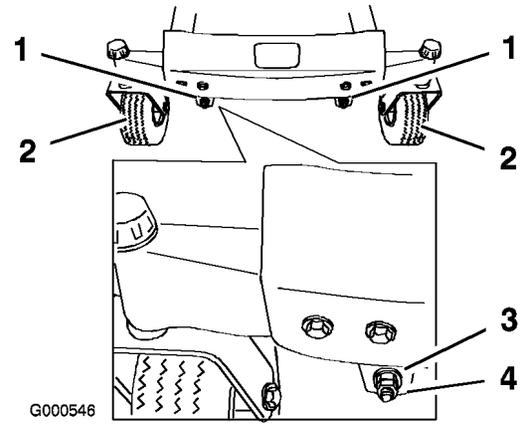
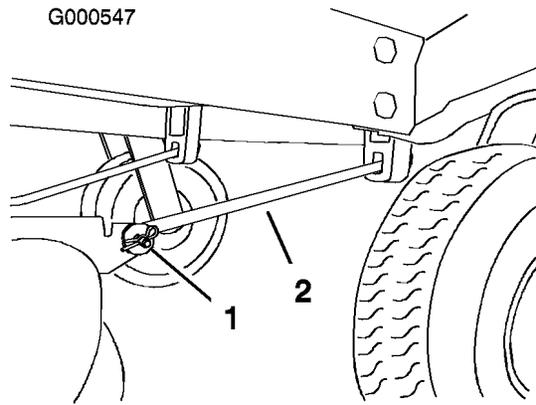

Figura 46
Figura 47
11. Para ajustar la inclinación longitudinal, retire las contratuercas y luego gire las tuercas de ajuste de la parte delantera del cortacésped (Figura 46).
13. Después de ajustar en la misma medida ambas tuercas de ajuste, verifique de nuevo la inclinación longitudinal. Siga ajustando las tuercas hasta que la punta de la cuchilla más avanzada esté entre 1,6–7,9 mm más baja que la punta de la cuchilla más atrasada (Figura 46).
Nota: Después de ajustar las tuercas de ajuste, asegúrese de que no hay ninguna holgura en ninguna de las varillas (Figura 47). Apriete cualquiera de ellas para eliminar la holgura, si la hubiera (Figura 46).
4. Retire el pasador de horquilla y la chaveta de la varilla de soporte delantera de cada lado del cortacésped (Figura 47).
7. Conecte las varillas de soporte delanteras a la máquina con los pasadores y las chavetas (Figura 47).